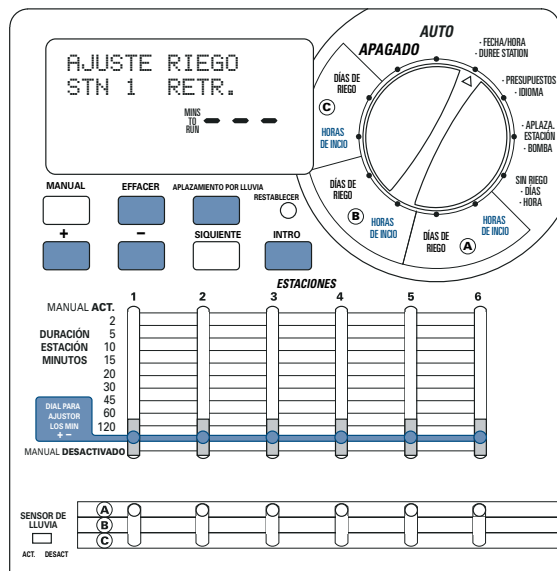

Ilustración 11: "Ajuste del dial por minuto"
- Ponga el conmutador de duración del riego (**Watering Duration**) en posición **DIAL PARA AJUSTOR LOS MIN** para cada estación. [Ilustración 11]